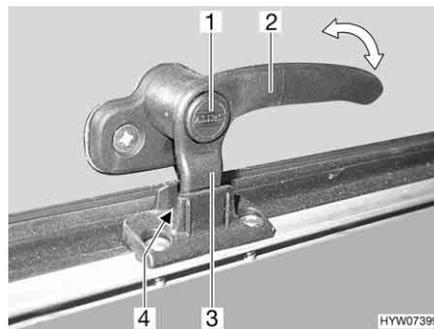
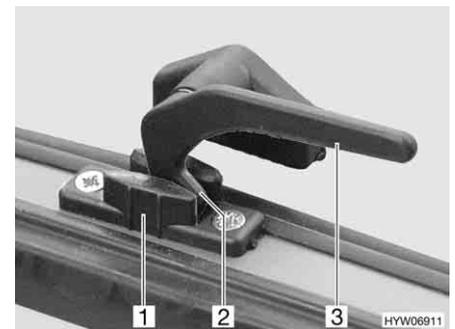

Fig. 57 Leva di serraggio con bottone di sicurezza in posizione "Aerazione continua"
Fig. 58 Leva di serraggio in posizione "Aerazione continua"
- In posizione di "Aerazione continua" (Fig. 57 e Fig. 58)
- Se presente, premere e tenere premuto il bottone di sicurezza (Fig. 57,1).
- Ruotare la leva di serraggio (Fig. 57,2 o Fig. 58,3) di un quarto di giro verso il centro della finestra.
- Girare nuovamente all'indietro la leva di serraggio. Riportare contemporaneamente il nasello di chiusura (Fig. 57,3 o Fig. 58,2) della leva di serraggio nella rientranza della chiusura della finestra (Fig. 57,4 o Fig. 58,1).
- Se presente, rilasciare il bottone di sicurezza (Fig. 57,1).